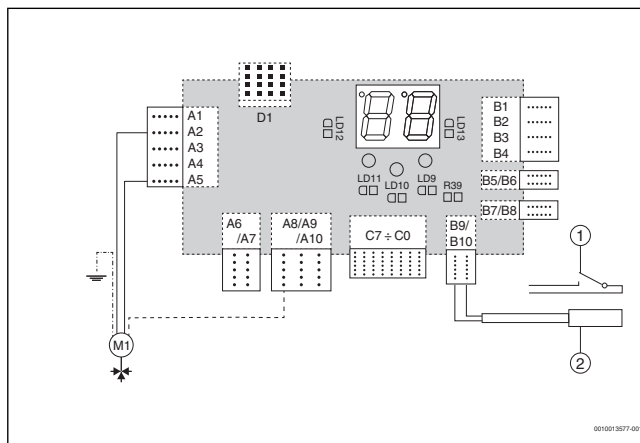

Fig. 1 Tilkobling av 3-veisventilen for funksjonen til styringen av varmtvannet eller reservekilden
- ▶ Koble til kabelen til shunten på elektronikken til fyrkjelen tilsvarende koblingsskjemaet (→ fig. 1). Isoler de gjenværende lederne (det dreier seg om interne kontakter til shunten).
- ▶ Koble til følerne på klemmene B9-B10 til elektronikken tilsvarende koblingsskjemaet (→ fig. 1). Det er ikke nødvendig å overholde noe polaritet på følerkablene.